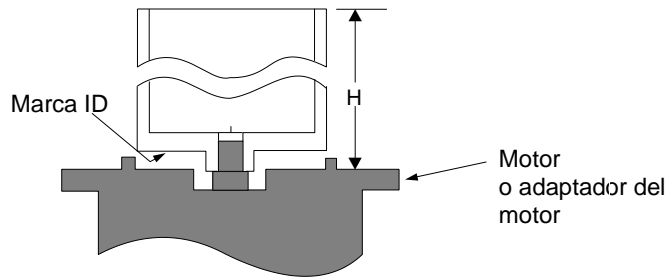

Figure 18
4. Use la tabla siguiente [Fig. 18] para la correcta colocación del magneto motriz.
5. Monte y atornille el bastidor (19) al motor. (Verifique orientación / Etiqueta)
6. Monte y asegure el magneto motriz (232) al eje del motor. [Fig. 18] *Nota: Use Loctite 242 (traba rosca) y aplique torque al juego de tornillos a 8.9 pies-lbs (12 Nm).